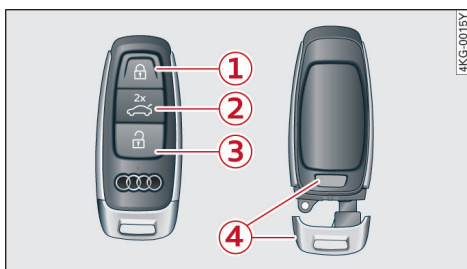

图 28 本车钥匙组
您可以设定是否可以通过触摸把手打开行李厢盖⇒ 40 页，图 31。如果您启用该功能，那么只能使用车辆钥匙上的⇒ 37 页，图 282)或驾驶员车内的按钮打开行李厢盖。在有便捷式智能钥匙\*的车上，如果识别到经授权的便捷式智能钥匙，那么仍可以通过触摸把手打开行李厢盖⇒ 第 40 页。
- ▶ 要给车辆解锁时，请按按钮  ⇨ 第 37 页，图 28。